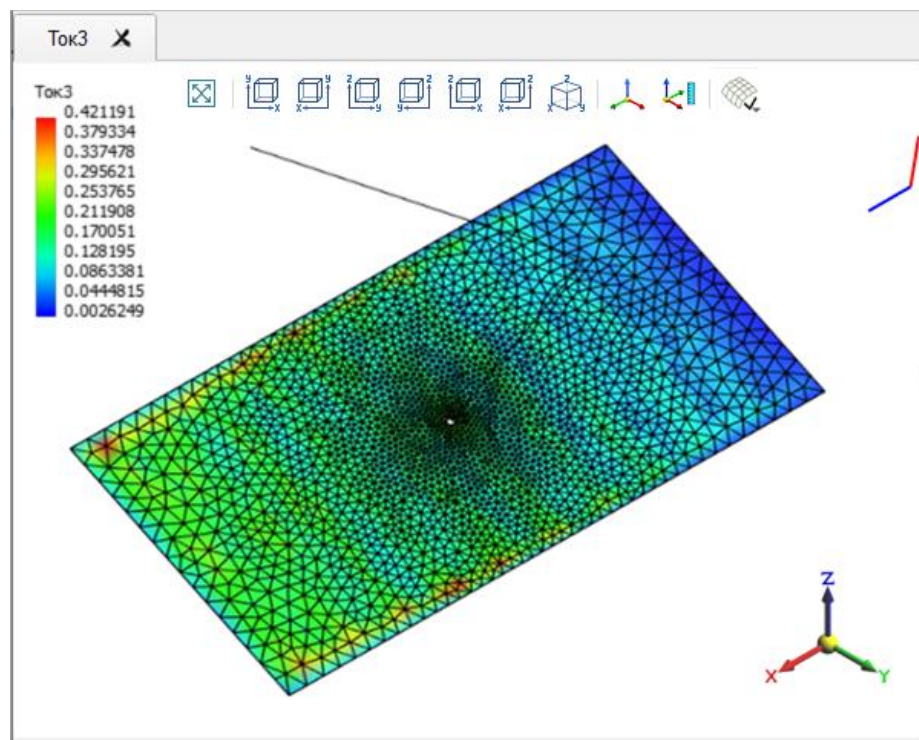

Рис. 248
18.13.7.2. Окно 3D визуализации тока, рассчитанного на поверхности, показано на рис. 248.